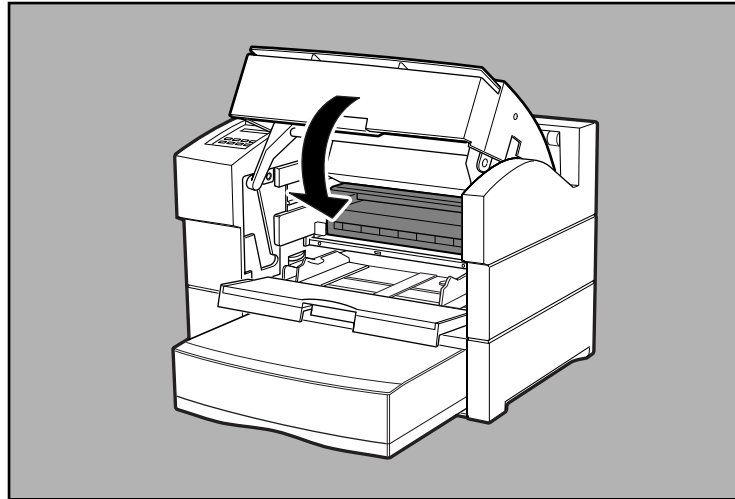

Fig. 2.13 Chiudere il coperchio superiore
10. Chiudere il coperchio superiore, facendo pressione sulla sezione centrale finché la chiusura a scatto non si innesta (fig. 2.13).